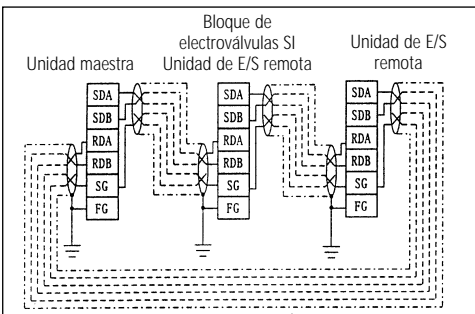

Figura 1
Conexión de cables (Figura 1)
1. El cableado de los pares trenzados debe hacerse según la Figura 1. El apantallamiento del cable de blindaje debe estar puesto tierra a del lado receptor o del emisor. Use el cable recomendado por Mitsubishi Electric Corporation.